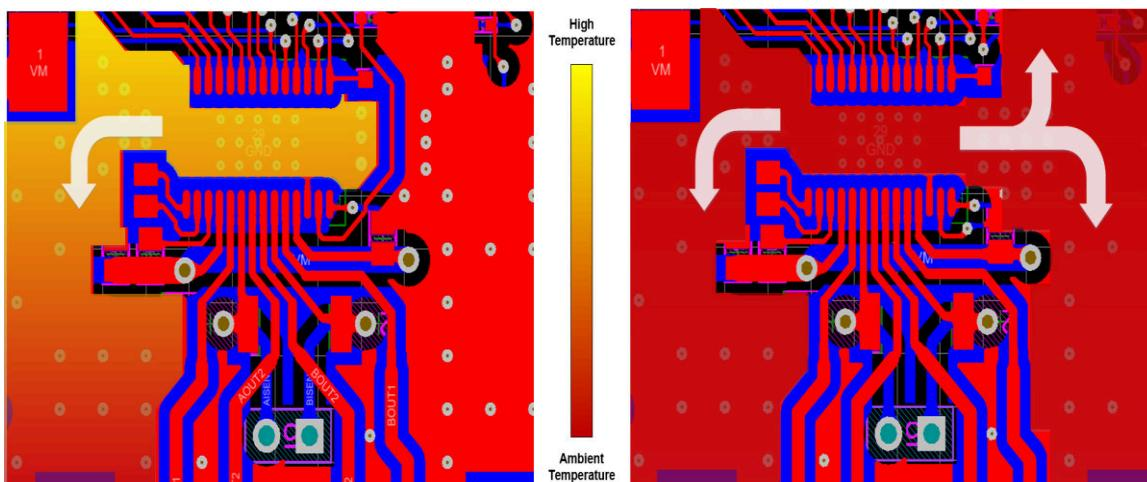

図 7-5. くびれたグラウンドプレーンと連続的なグラウンドプレーンの温度分布の比較
- システム/基板全体に対して、大きく途切れのない単一のグラウンドプレーンを使用するようにしてください。グランドプレーンは PCB の下層に作成できます。図 7-5 に、ドライバの下のグラウンドプレーンが連続的である場合に対して、グラウンドプレーンがくびれている場合に温度が上昇する例を示します。